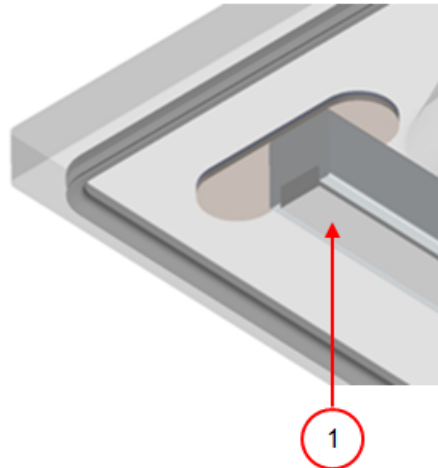

Abbildung 26: Austausch des Silikongummis der Silikonhalter
1. Ziehen Sie das alte Silikongummi vom Halter ab, vgl. *Abbildung 26: Austausch des Silikongummis der Silikonhalter* auf Seite 91.